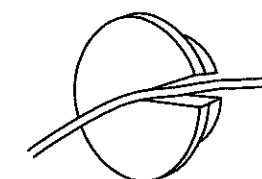

図 11
4. キャピラリチューブを通すため、2 で外したゴムキャップに切込みを入れ(図 11)、断熱材とゴムキャップを元の通りに取付けてください。